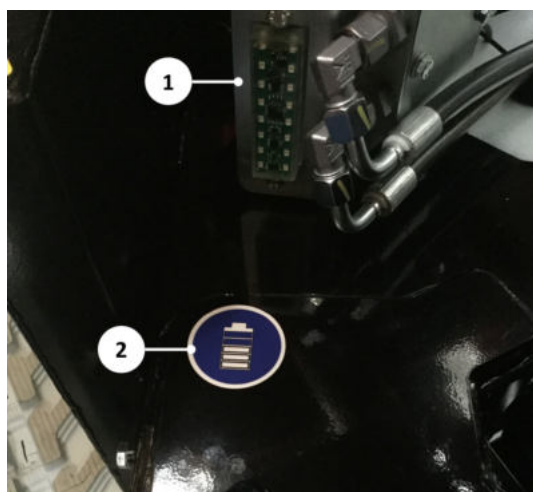

Figura 5.3 Indicatore a barre con icona
Sulla gru è montata un indicatore a barre (1) che mostra lo Stato di carica (SOC) e la Modalità di carica (M) dei pacchi batteria. La posizione dell'indicatore a barre sulla gru è indicata dall'icona (2) (vedi *Figura 5.3*).